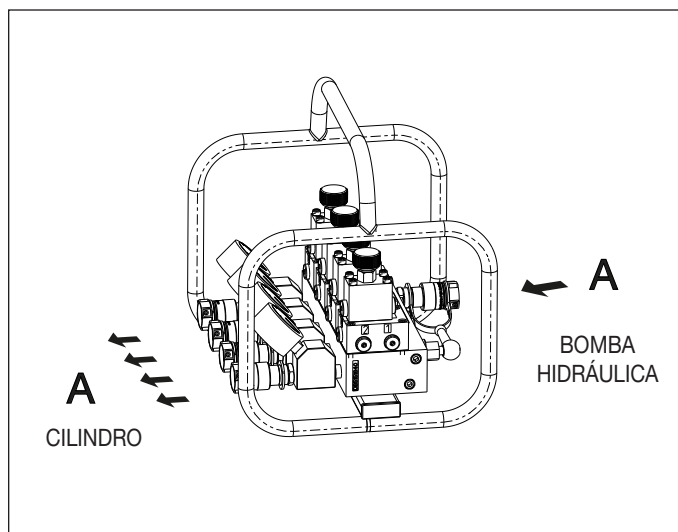

Figura 2, Esquema de conexiones del colector SFM41
Consulte la Figura 2 para ver las referencias.
- Avanzar el cilindro: Seleccione el flujo por salida deseado en el mando giratorio de cada válvula de control de flujo. Ajuste la válvula de alivio de la bomba hidráulica principal entre 1,500 - 2,900 psi [100 - 200 bar] por encima de la presión de trabajo de los cilindros. Accione la bomba hidráulica y la válvula direccional de manera que el flujo de aceite se dirija a una velocidad controlada desde la bomba hidráulica a la entrada "P" del colector de flujo dividido. Asegúrese de que la válvula de descenso esté cerrada a mano en el sentido de las agujas del reloj antes de la operación. El flujo de aceite se dirigirá desde la salida "A" a la cámara grande del cilindro para extender el émbolo (véase la Figura 2).